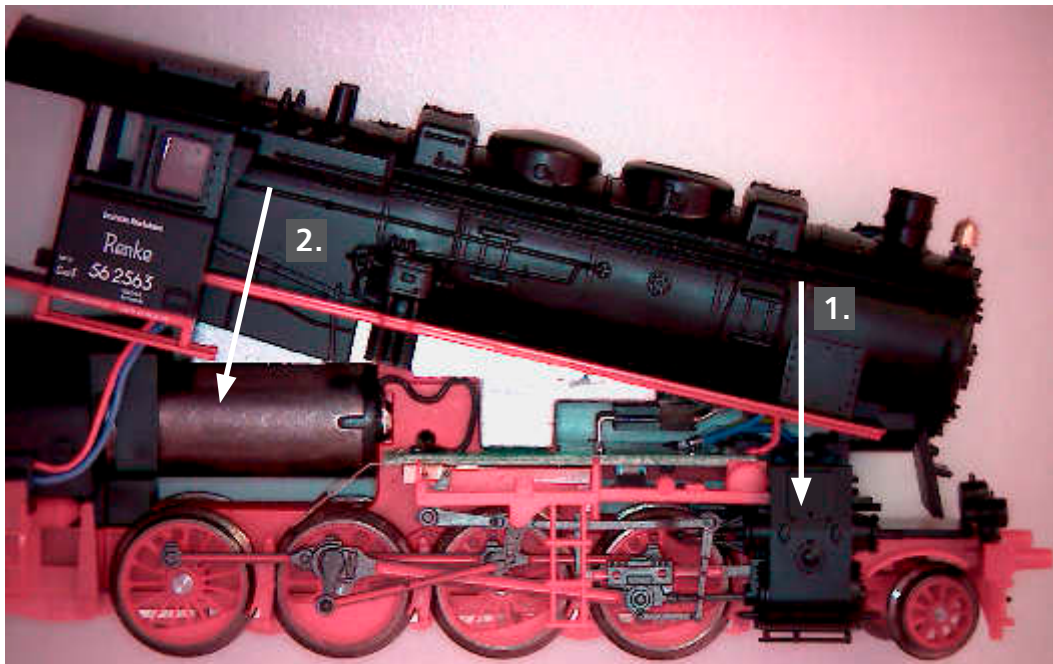

Abb.17
- Beginnend von der Rauchkammer her, wird das Lokoberteil über das Rahmenaufsatz gestülpt (Abb. 17).